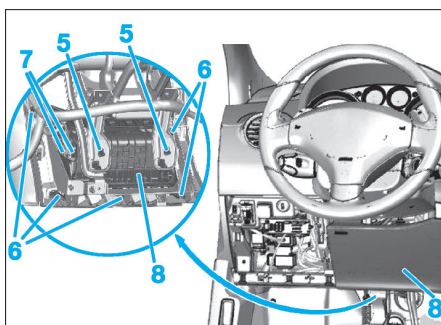

Fig. 6
- Déposer les écrous (5) (Fig.6).
- Dégager l'airbag des agrafes (6) puis le dégager.
- Débrancher les connecteurs (7).
- Déposer l'airbag (8).